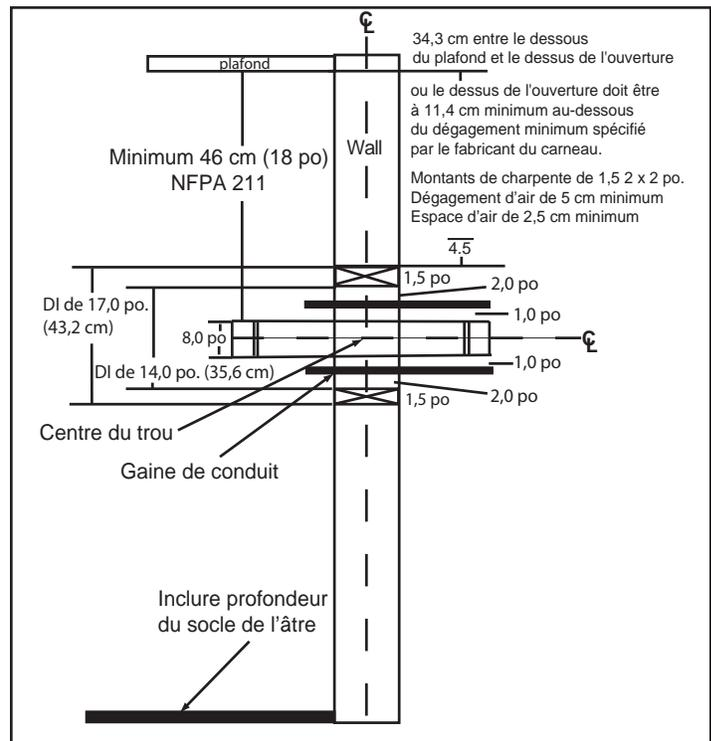

Figure 12.1
- L'ouverture en haut du mur doit être à 343 mm (13 1/2 po) minimum du plafond ou à 114 mm (4 1/2 po) au-dessus du dégagement minimum spécifié par le fabricant du carneau. Le dégagement vertical minimum selon NFPA 211 est de 457 mm (18 po) depuis le carneau et le plafond ou égal à la valeur minimale recommandée par le fabricant du carneau. **Figure 12.1**
1. Pratiquez une ouverture dans le mur intérieur à la hauteur prévue pour l'entrée du carneau dans la cheminée en maçonnerie. **Figure 12.1**
3. Construisez un cadre de 432 mm x 432 mm (dimensions extérieures) pour l'ouverture du mur en utilisant du bois de charpente de 5 x 5 cm (2 x 2 po.). L'intérieur de ce cadre doit avoir une ouverture de 356 x 356 mm (14 x 14 po) minimum. **Figure 12.1**